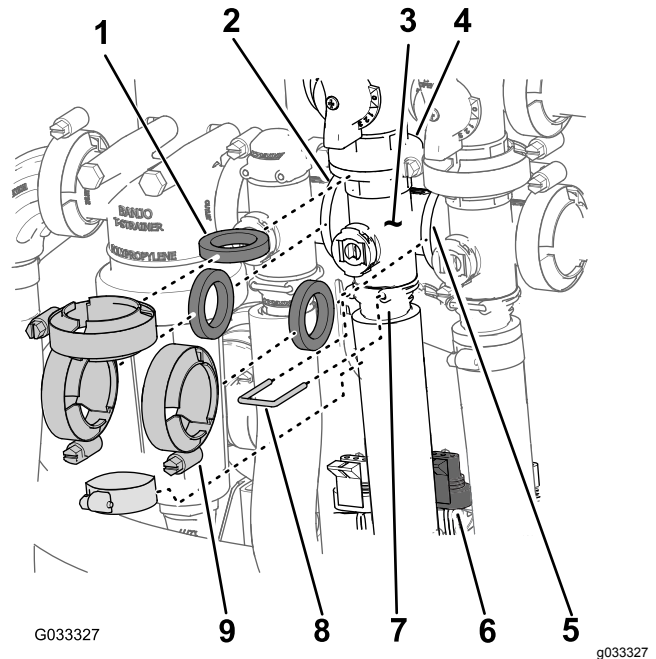

Bild 64
1. Entfernen Sie die Klemmen und Dichtungen, mit denen der Verteiler für das Rührwerkventil (Bild 64) am Rührwerksicherheitsventil, Dosierungsregelventil, Hauptauslegerventil und am Adapteranschlussstück (Rührwerkdrosselventil) befestigt ist.
2. Entfernen Sie den Halter, mit dem das Auslaufanschlussstück am Verteiler für das Rührwerkventil befestigt ist (Bild 64).